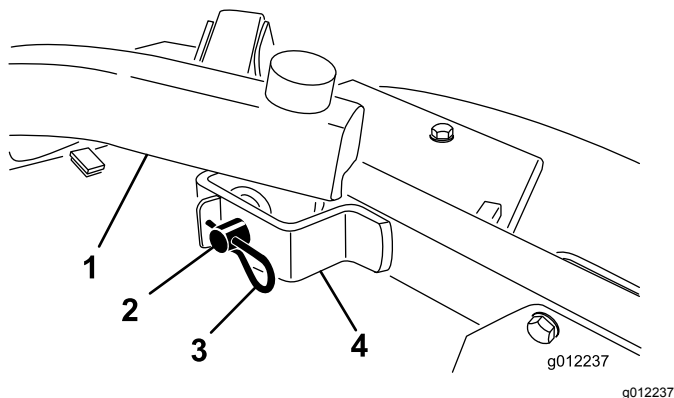

Figure 22
4. Retirez les goupilles fendues et les axes de chape qui fixent les bras de levage aux supports des bras pivotants (Figure 22).